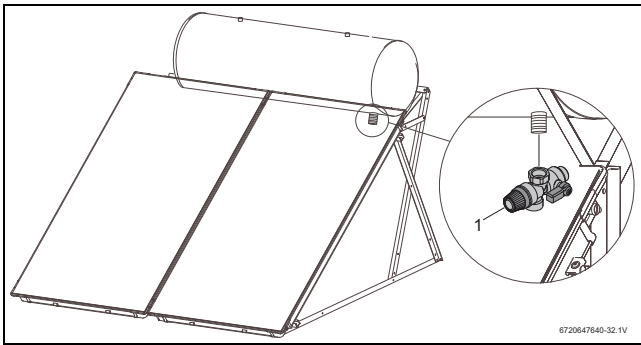

Fig. 77 Montar el grupo de seguridad
- Montar la válvula de seguridad 10 bar para el agua potable abajo a la derecha del acumulador (Fig. 77).
A causa de las diferencias de temperatura y por lo tanto de diferencias de presión a lo largo de un día puede salir agua de la válvula de seguridad (Fig. 77, [1]). Debe procurarse una evacuación adecuada del agua que sale. Nunca obstruir la salida de purga del grupo de seguridad.